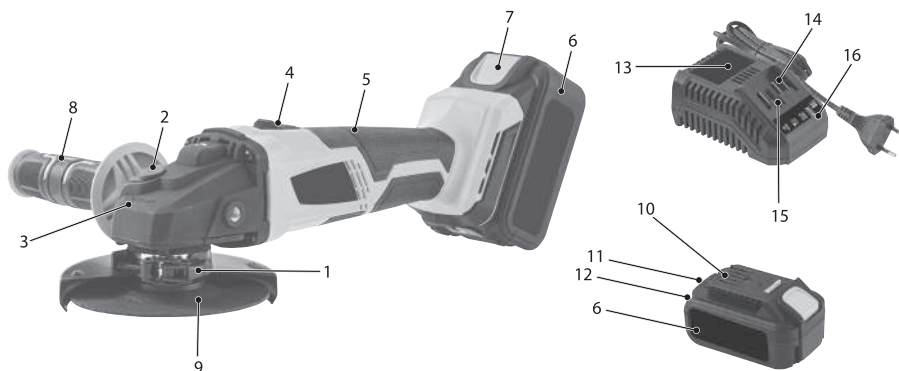

рис. 1
Машина состоит из пластмассового корпуса с расположенным в нем бесщеточным электродвигателем и редуктора, на выходном валу (шпинделе) которого устанавливается оснастка. На корпусе редуктора имеется кнопка 2 (рис. 1) блокировки шпинделя, обеспечивающая блокировку шпинделя при смене оснастки. На корпусе двигателя имеется клавиша 4 (рис. 1) включения двигателя, имеющая возможность фиксироваться во включенном положении. Корпус двигателя переходит в основную рукоятку 5 (рис. 1), оканчивающуюся разъемом для присоединения аккумуляторной батареи.
Аккумуляторная батарея оборудована индикатором остаточного заряда 12 (рис. 1), который включается с помощью кнопки 11 (рис. 1). Отключение индикатора происходит автоматически через 3...4 сек с момента нажатия на кнопку 11.
- отвести в сторону рычаг 1 (рис. 1) фиксации кожуха, ослабив крепежный хомут;